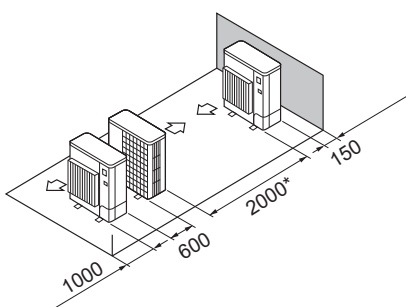

Abb. 2-13
- ⑤ Einzelanlagen in paralleler Anordnung (Abb. 2-13)